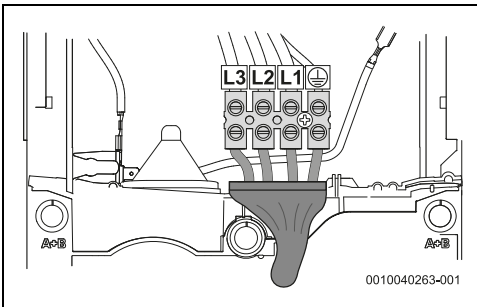

Fig. 38 Raccordement inférieur pour câble court
- Raccordement inférieur pour câble court (fig. 38)